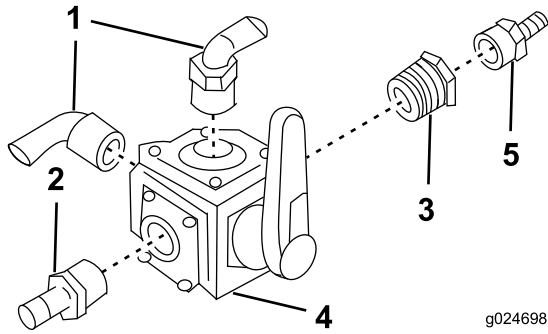

Figura 21
1. Si no hay acoplamientos dentados conectados a la válvula de 4 vías, instálelos como se indica en Figura 21.
Nota: La orientación de los acoplamientos es importante. Posicione los acoplamientos según se muestra en Figura 21.
- Introduzca 4 pernos y 4 arandelas en las ranuras de la válvula de 4 vías (Figura 21).